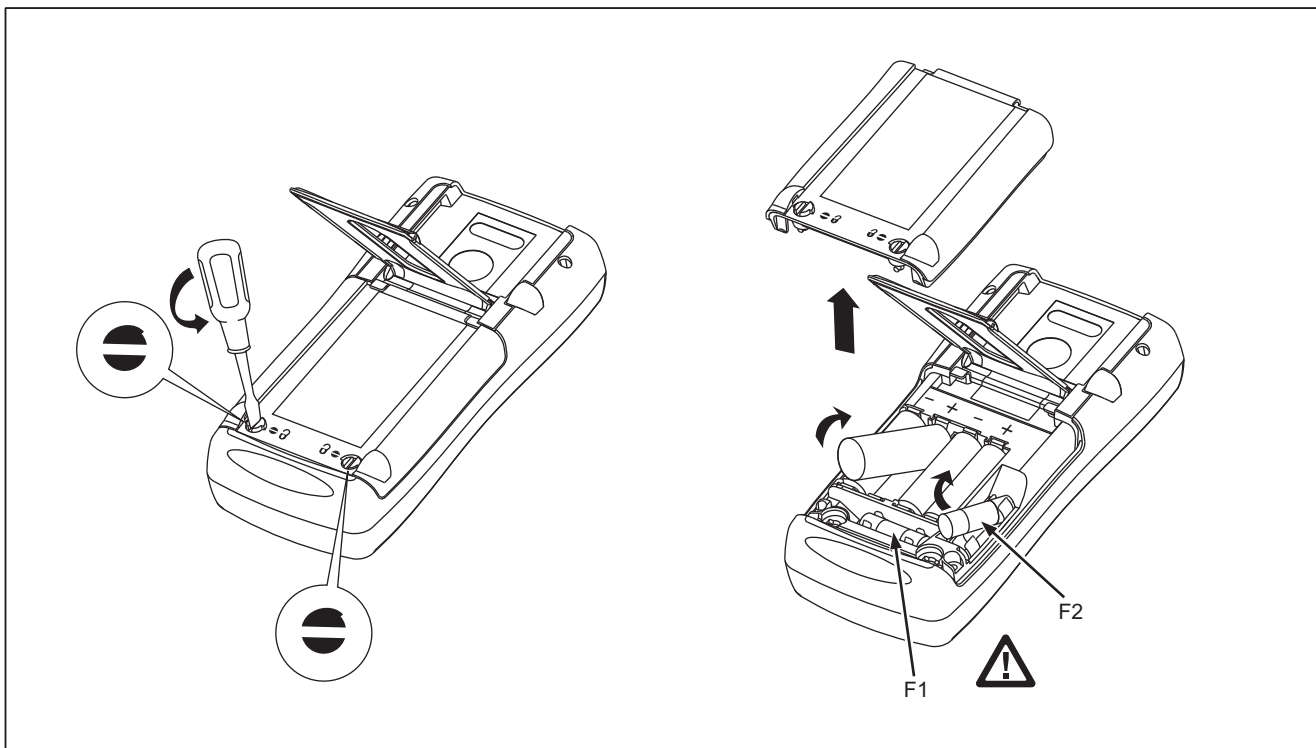

Abbildung 5. Ersetzen der Batterien und Sicherungen
1. Die Messleitungen entfernen und das Messgerät AUSSCHALTEN. Siehe Abbildung 5.